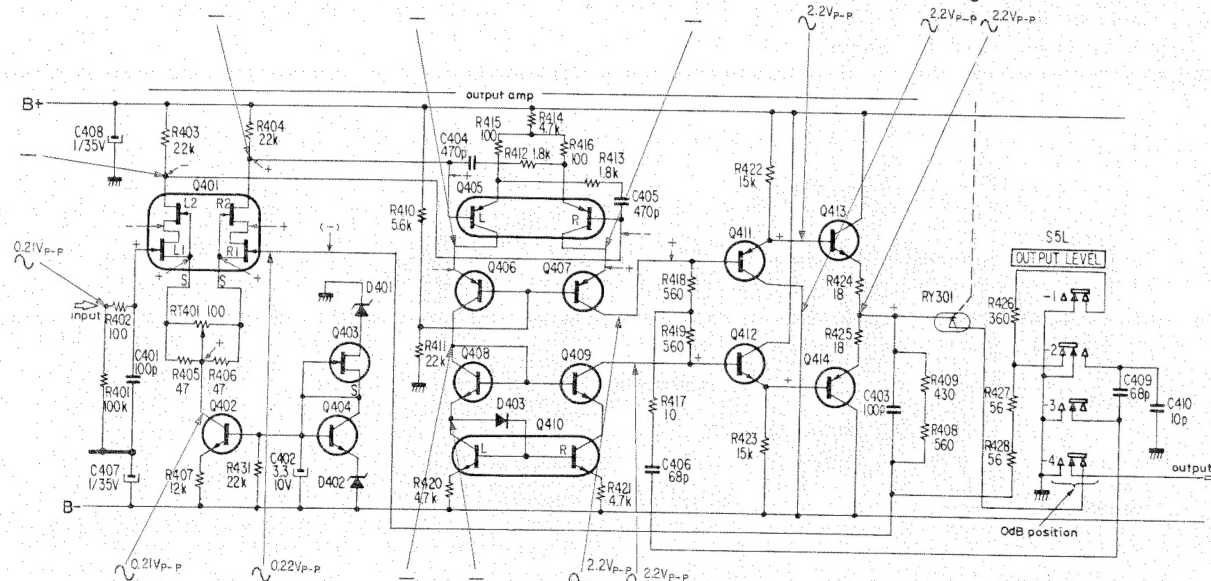

Fig. 11
Sur la Fig. 11 sont notés les niveaux de signal. Lorsque S5 est sur la position 0 dB, le niveau d'entrée est alors réglé de manière à obtenir un niveau de sortie d'environ 0 dB efficaces (2,2 V c-c). Les signes + et - se rapportent à la polarité du signal à l'instant considéré.
- Q401 est un amplificateur différentiel de type cascode dont la polarité passe de la grille inférieure au drain supérieur comme indiqué Fig. 11.